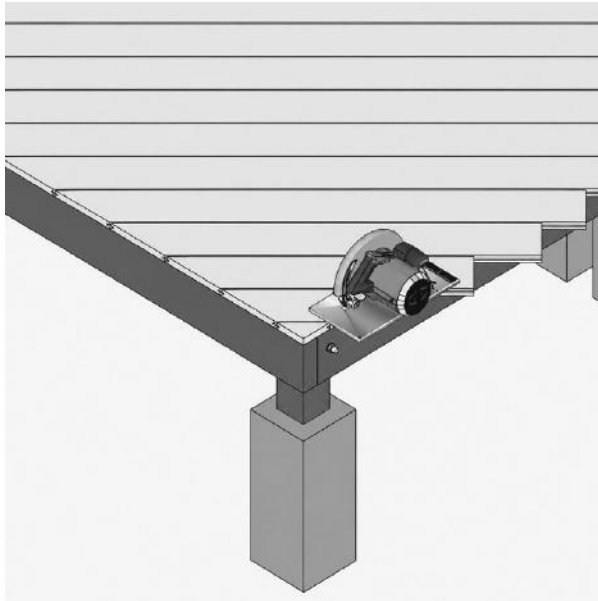

FIG. 13 – DIELENÜBERSTAND MIT EINER KREISSÄGE ABGESCHNITTEN
- 01 Sobald alle Dielen befestigt sind, schneiden Sie den Dielenüberstand mit einer Kreissäge ab (fig. 13). Vollenden Sie die Terrasse mit dem Abschluss gemäß den Abschnitten zu Blende, Eckprofil oder Randleiele.